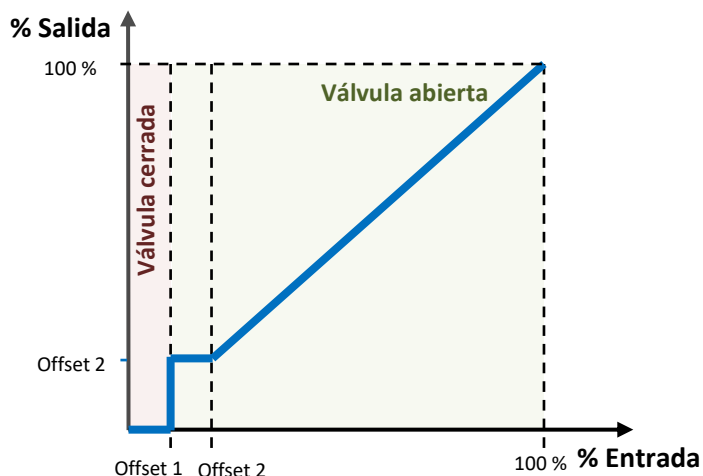

Figura 9 Porcentaje de salida en función de la consigna de entrada y los offsets.
- El **valor mínimo de la variable de control** que debe activar el ventilador, es decir, el mínimo valor de porcentaje exigible para que el actuador active el ventilador; los valores inferiores a este mínimo serán ignorados. Esto es lo que se indica como “Offset 1” en la Figura 9.
parámetro es útil cuando el ventilador no sea capaz de moverse con valores de tensión inferiores a un cierto límite. Es el "Offset 2" en la Figura 9.